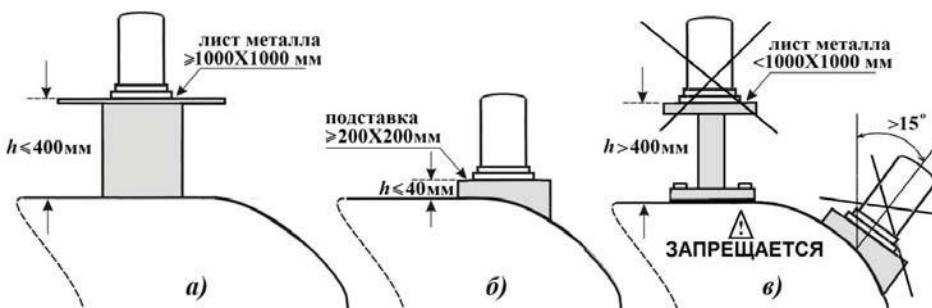

Рисунок 1
- установка антенны на высоте более 400 мм относительно поверхности крыши, в соответствии с рис. 1^a, с обязательным контролем значения КСВ (не более 1,5).
- установка антенны на патрубке с фланцами, в соответствии с рис. 1^c;